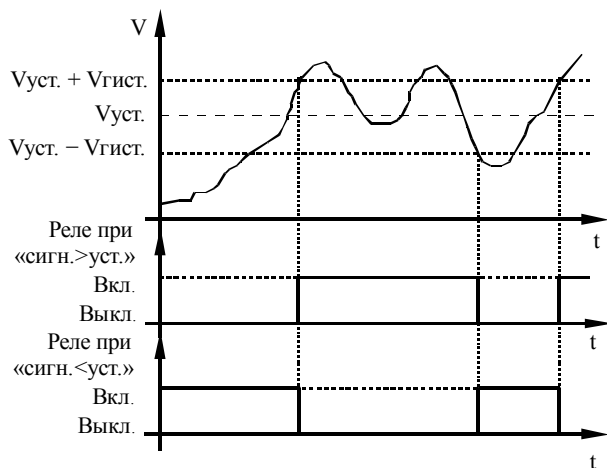

Рисунок 14 Диаграмма срабатывания реле.
- «Режим» – выбирается режим срабатывания реле: «выкл.» – реле всегда выключено; «сигн<уст.» и «сигн>уст.» – реле включается / выключается при входном сигнале меньше или больше уставки соответственно с учётом гистерезиса (смотри рисунок 14).